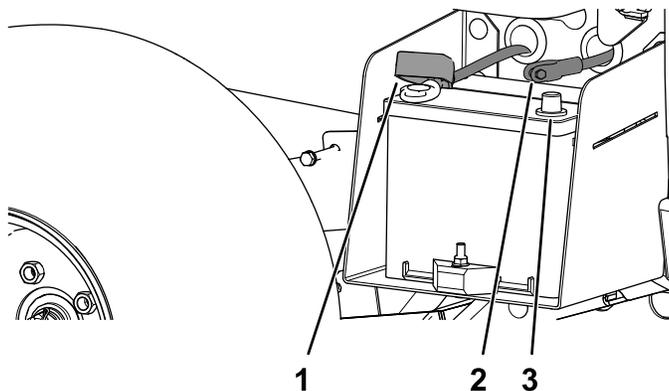

Рисунок 5
3. Подсоедините положительный кабель (красный) к положительной клемме (+) аккумулятора и закрепите кабель болтами и гайками (Рисунок 5).